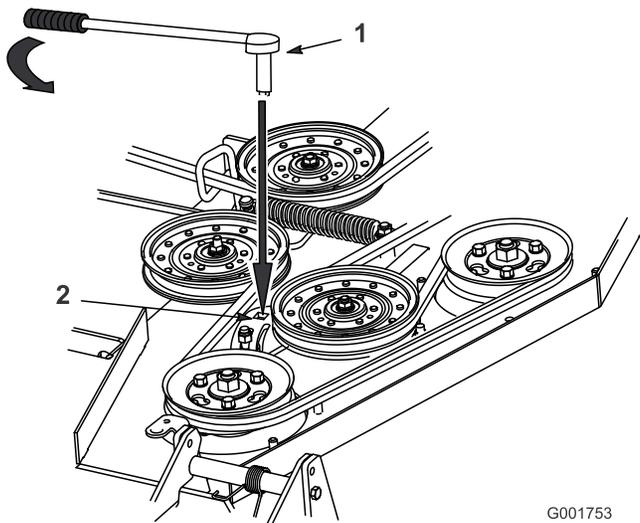

Figura 50
5. Si es necesario realizar un ajuste, afloje la chapa de la polea tensada para ajustarla (Figura 50).
6. Introduzca una llave de carraca en el taladro cuadrado de la chapa de la polea tensada del cortacésped para ajustar la tensión (Figura 50).
7. Para aumentar la tensión de la correa, gire la llave de carraca para desplazar el brazo de la polea tensada fija hasta que note una mayor resistencia y la polea tensada con muelle deje de moverse (Figura 50).
8. Manteniendo la tensión de la correa, apriete los pernos que fijan la chapa de la polea tensada (Figura 50).
10. Ajuste la tensión de la correa y de la chapa de la polea tensora, si es necesario, y apriete firmemente todos los herrajes (Figura 50).